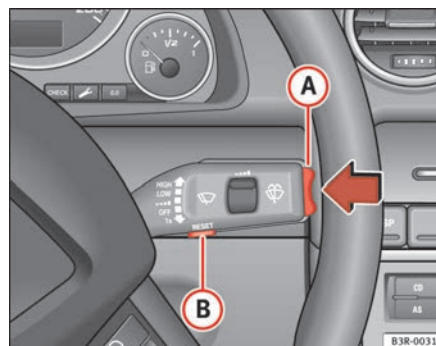

Fig. 60 Leva dei tergicristalli Comandi del computer di bordo
Premendo il tasto Reset **(B)** ⇒ pag. 88, fig. 60 si può passare dalle funzioni del computer di bordo 1 a quelle del computer di bordo 2 e viceversa.
Premendo brevemente il selettore delle funzioni o il tasto **Reset** ⇒ **fig. 60** si disattiva l'avvertimento del tempo di guida.
- Premere la parte superiore o la parte inferiore del selettore **(A)** ⇒ **fig. 60**. Sul display del computer di bordo vengono visualizzate, in successione, le funzioni relative al livello impostato.